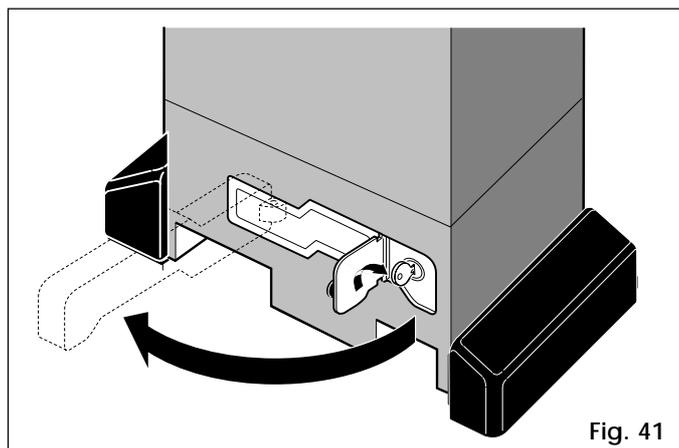

Fig. 41
- 2) Tourner la clé dans le sens des aiguilles d'une montre et tirer sur le levier de déblocage, comme indiqué Fig. 41.